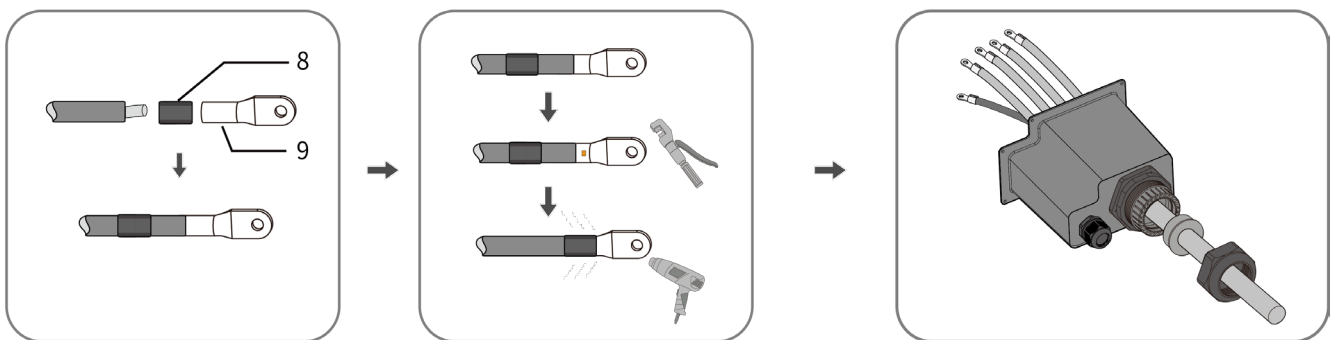

Abb. 17. Kabel vorbereiten und an OT/DT-Anschluss crimpen.
7. Führen Sie den Schrumpfschlauch über die abisolierte Crimpstelle und crimpsen Sie den OT/DT-Anschluss. (siehe Abb. 17).